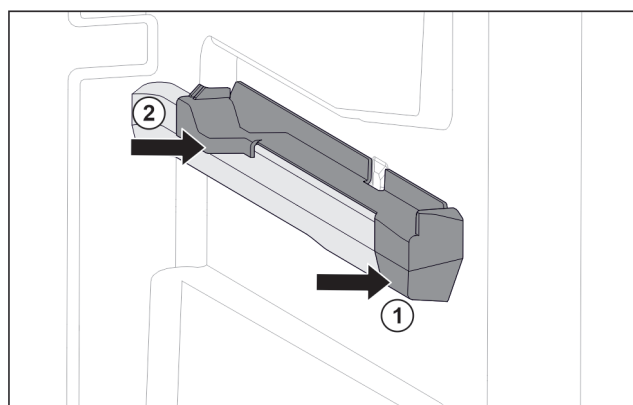

Fig. 151 Κουμπωτό εξάρτημα στη δεξιά ραβδωτή επιφάνεια δοχείων
- Τοποθετήστε το κουμπωτό εξάρτημα μπροστά στη ραβδωτή επιφάνεια δοχείων. Fig. 151 (1)
- Πιέστε το κουμπωτό εξάρτημα πίσω. Fig. 151 (2)